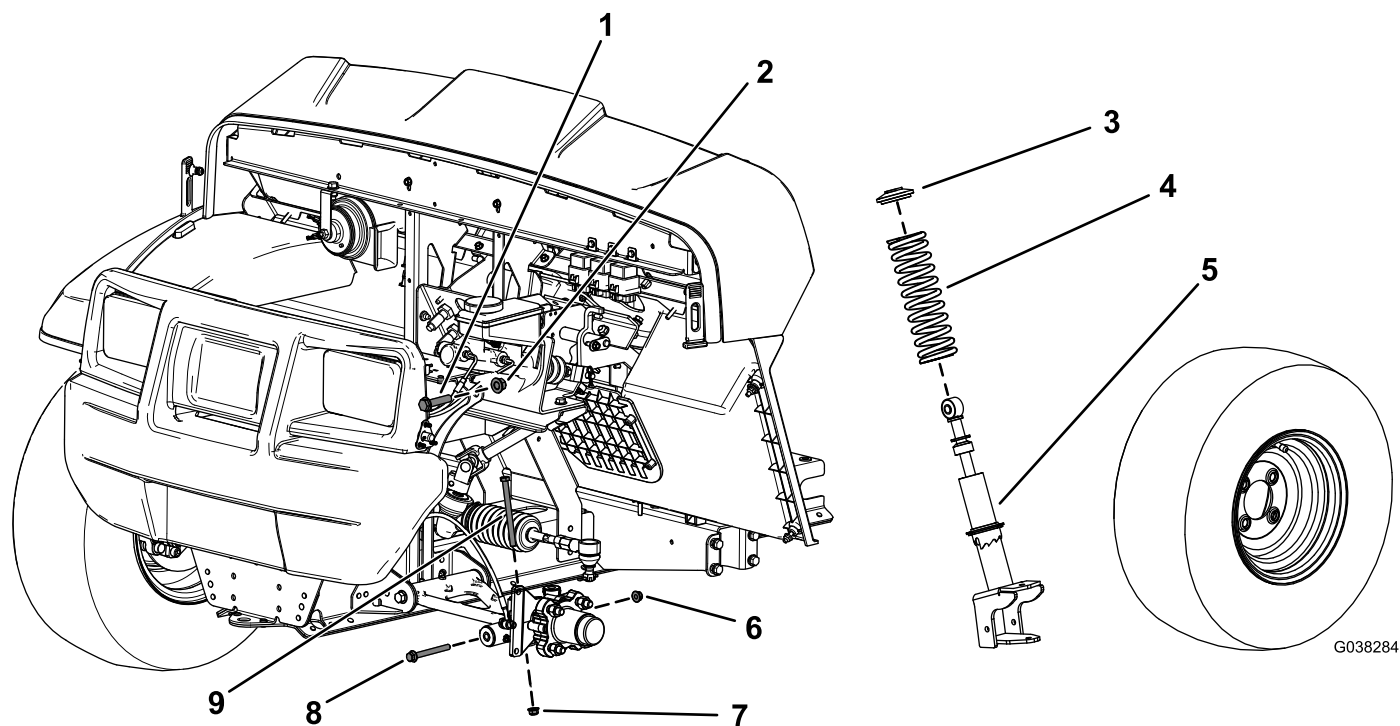

Figura 101
3. Retire el perno de cabeza hexagonal ($\frac{3}{8}$ " x $4\frac{3}{4}$ ") y la tuerca con arandela prensada ($\frac{3}{8}$ ") del eje (Figura 101).
4. Retire el perno de cabeza hexagonal ($\frac{3}{8}$ " x $3\frac{1}{2}$ ") y la tuerca con arandela prensada ($\frac{3}{8}$ ") del brazo de control (Figura 101).
5. Retire el perno de cabeza hexagonal ($\frac{1}{2}$ " x $2\frac{1}{4}$ ") y una contratuerca ($\frac{1}{2}$ ") que fijan el conjunto del puntal al bastidor superior (Figura 101).
6. Retire el conjunto del puntal (Figura 101).
3. Retire el muelle del conjunto del puntal (Figura 101).
4. Instale el nuevo muelle sobre el conjunto del puntal existente (Figura 101).
2. Sujete la parte superior del conjunto de puntal al bastidor con el perno de cabeza hexagonal superior ($\frac{1}{2}$ " x $2\frac{1}{4}$ ") y una contratuerca ($\frac{1}{2}$ ") tal y como se muestra en la Figura 101.
4. Instale el perno de cabeza hexagonal ($\frac{3}{8}$ " x $4\frac{3}{4}$ ") y la tuerca con arandela prensada ($\frac{3}{8}$ ") en el eje (Figura 101).
6. Sujete la parte inferior del conjunto del puntal al brazo de control con el perno de cabeza hexagonal ($\frac{3}{8}$ " x $3\frac{1}{2}$ ") y una contratuerca ($\frac{3}{8}$ ") tal y como se muestra en la Figura 101.